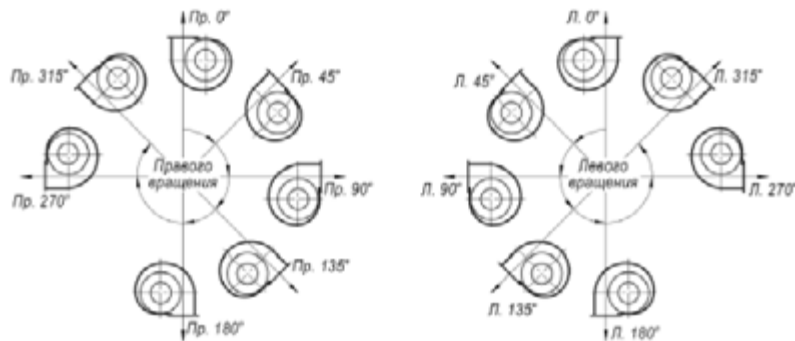

Рис. 1
- Вентиляторы в спиральном корпусе изготавливаются правого или левого вращения. Правого вращения — с колесом, вращающимся по часовой стрелке, левого вращения — с колесом, вращающимся против часовой стрелки, если смотреть со стороны всасывающего отверстия вентилятора. Спиральный корпус вентилятора, согласно ГОСТ 5976-90, допускает установку угла поворота выходного фланца с шагом 45°. Углы поворота корпуса отсчитываются по направлению вращения рабочего колеса относительно нулевого положения выходного фланца вентилятора при выходе воздуха вверх (рис. 1).